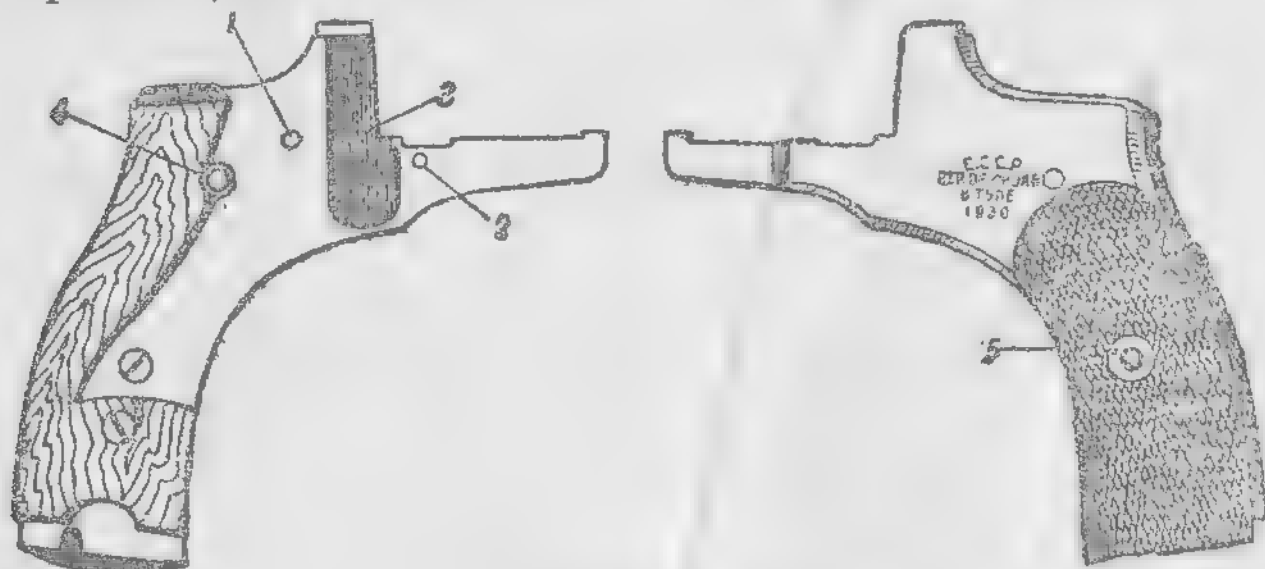

Рис. 9. Боковая крышка:
**11. Боковая крышка** (рис. 9) закрывает рамку с левой стороны. Она прикреплена к рамке винтом.